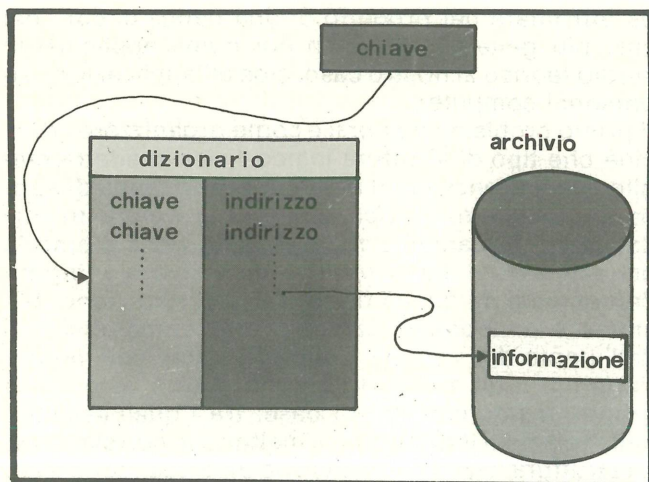

Figura 2 - Strutture casuali: metodo del dizionario.
In Figura 2 INHIBIT è $X \cdot Y$; EXCLUSIVE OR è $\bar{X} \odot Y$;
- **Metodo di dizionario:** permette l'accesso alla registrazione previa lettura dell'indirizzo in una tabella; cioè si crea una matrice di corrispondenza tra chiave ed indirizzo. Si cerca la chiave nella tabella e si reperisce anche l'indirizzo dell'informazione corrispondente (v. Figura 2). È possibile anche la